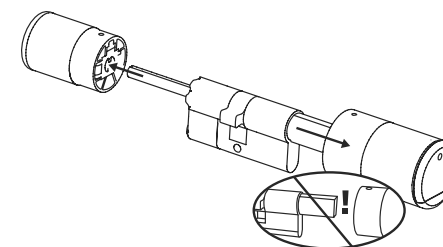

Fig. 3
③ Saque completamente el pomo de la parte exterior y tire hacia atrás del de la parte interior en la medida de lo posible (Fig. 3).